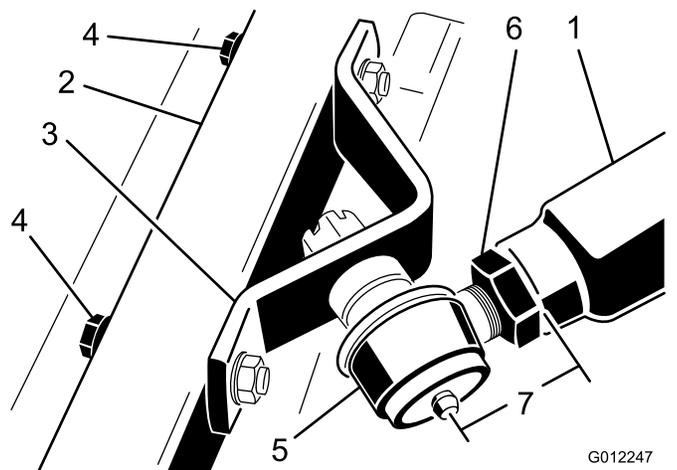

Figura 9
6. Serrate il controdado grande che fissa il giunto sferico al braccio di sollevamento (Figura 9). Per serrare il controdado, tenete dritto il giunto sferico per consentire la corretta oscillazione durante il